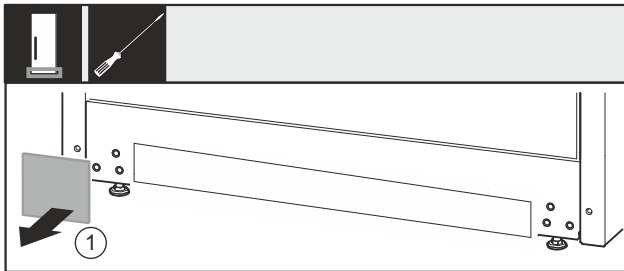

Fig. 37
- Hiqni kapakun mbulues Fig. 37 (1).